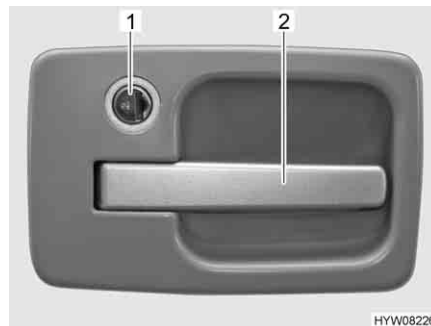

Bild 29 Türschloss Eingangstür, außen
- Schlüssel in Schließzylinder (Bild 29,1) stecken und auf Symbol "🔓" drehen. Das Türschloss ist entriegelt.
- Am Türgriff (Bild 29,2) ziehen. Die Tür ist geöffnet.
- Schlüssel in Schließzylinder (Bild 29,1) stecken und auf Symbol "🔒" drehen. Das Türschloss ist verriegelt.